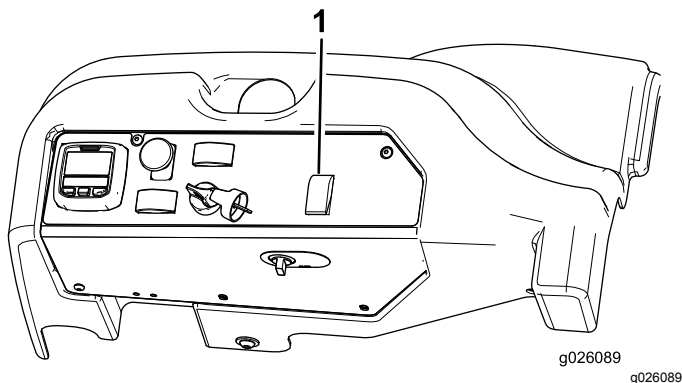

Figura 58
1. Presione el interruptor de selección de la dirección hacia atrás (dirección a cuatro ruedas) (Figura 58).